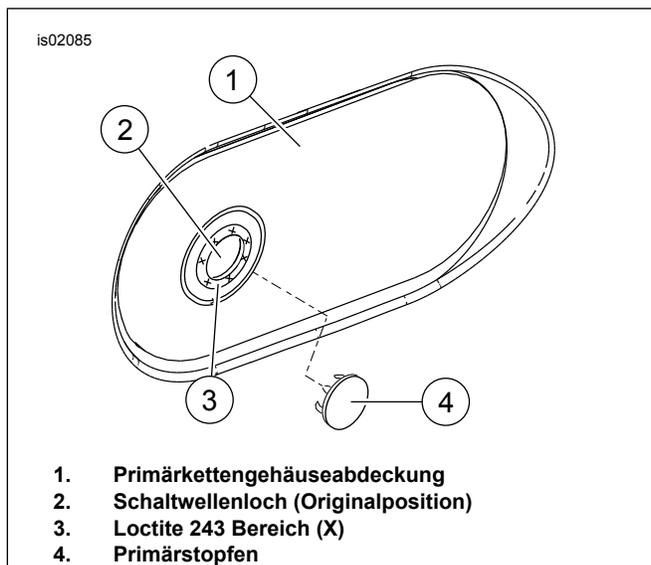

Abbildung 3. Einbau des äußeren Abdeckungsstopfens
12. Siehe Abbildung 3. Den Bereich um das Loch der Primärkettengehäuseabdeckung (2) reinigen, und Ablagerungen, Öl sowie Schmierfett vollständig entfernen. Loctite 243 (Harley-Davidson Teile-Nr. 99642-97) um die Öffnung (3) herum auftragen. Den Primärstopfen (4) in die Bohrung einsetzen. Klebstoffreste von der Oberfläche entfernen. Vor Inbetriebnahme des Motorrads den Loctite-Klebstoff 24 Stunden lang aushärten lassen.